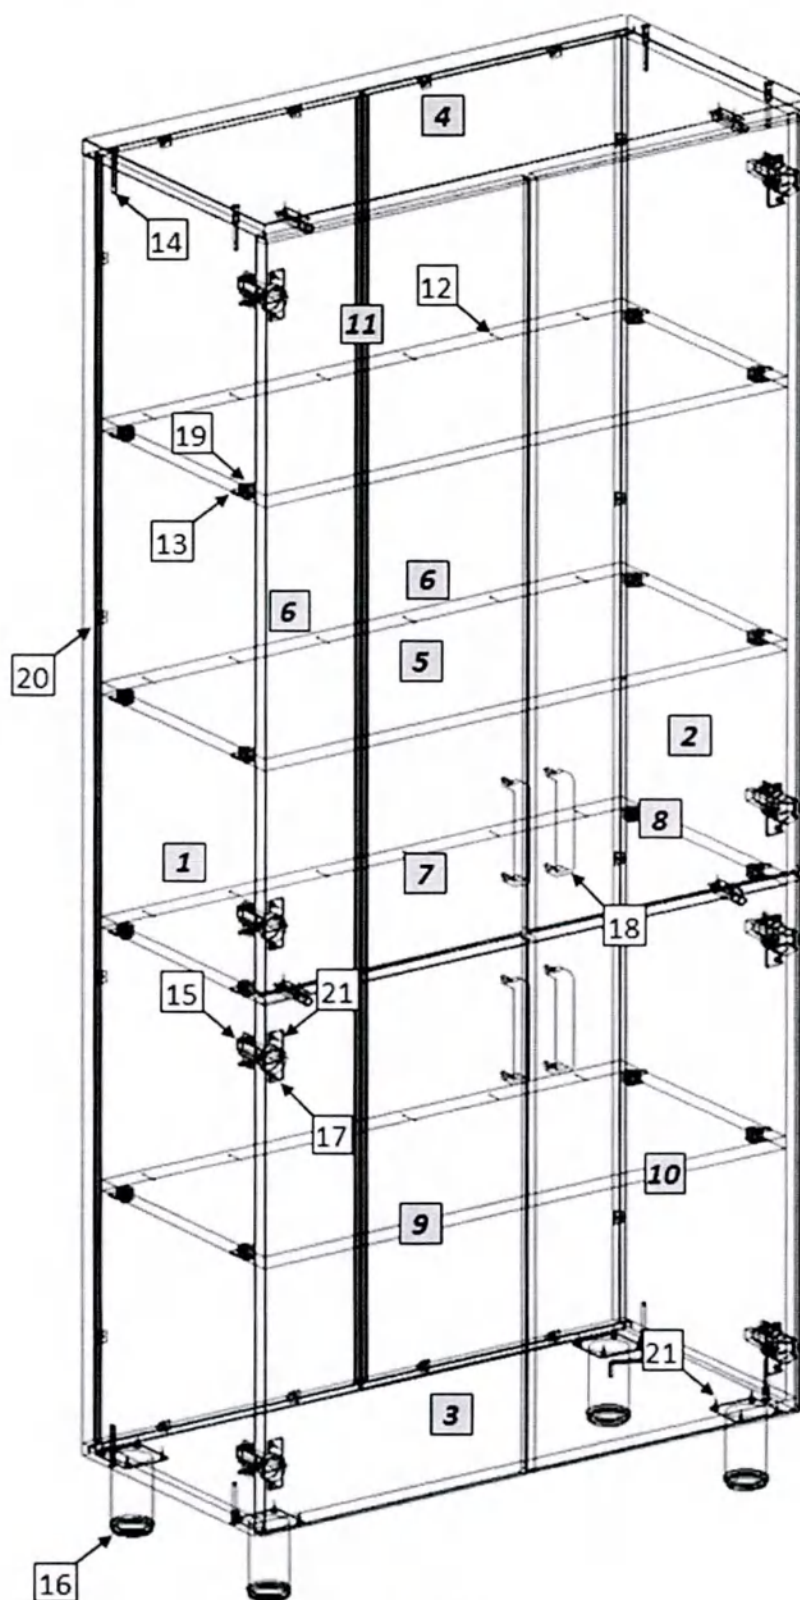

Рис. 1
1. Внимательно ознакомьтесь со схемой сборки, изображённой на рис. 1, сверяясь со спецификацией на изделие. Согласно схеме и спецификации определите расположение деталей в изделии и порядок их сборки. Сборка производится на ровном полу, укрытом материалом, предотвращающим повреждение покрытия пола и деталей мебели. Подготовьте необходимые для сборки инструменты – плоскую и крестовую отвёртки, молоток, рулетку или линейку.
2. На боковых стенках (1,2) установите ввинчиваемые дюбели эксцентриковых стяжек (22); установите монтажные планки петель (24). На горизонтальных стенках (5) установите эксцентриковые стяжки (28). Евровинтами (23) соедините боковые стенки (1,2) с горизонтальной нижней стенкой (3) и крышкой (4), установив в пазы задние стенки (6). В стык задней стенки устанавливается соединительный профиль (7). Закрепите задние стенки в пазах уголками (29). Установите и закрепите горизонтальные стенки (5), гвоздями (21) зафиксируйте к ним заднюю стенку. На горизонтальной нижней стенке (3) шурупами закрепите опоры (25).
3. На фасадах (10,11) шурупами 4×16 (30) закрепите петли (26), установите ручки (27). На стеклянных дверях (8,9) установите петли (26) и ручки (27). Для правильной установки ручек на фасад из алюминиевого профиля, в отверстия в стекле должны быть установлены втулки (20), ручки крепятся винтами (19) (усилие не должно быть чрезмерным, чтобы избежать повреждения стекла). Закрепите двери к боковым стенкам шкафа. Отрегулируйте положение дверей винтами петель.
4. Сборка антресоли. Евровинтами (23) соедините вертикальные стенки (12,13) с горизонтальной нижней стенкой (14) и крышкой (15), установив в пазы заднюю стенку (16); установите монтажные планки петель (24). Закрепите заднюю стенку в пазах уголками (29). На фасадах (17,18) шурупами 4×16 (30) закрепите петли (26), установите ручки (27). Закрепите двери к боковым стенкам антресоли. Отрегулируйте положение дверей винтами петель. Установите антресоль на шкаф.